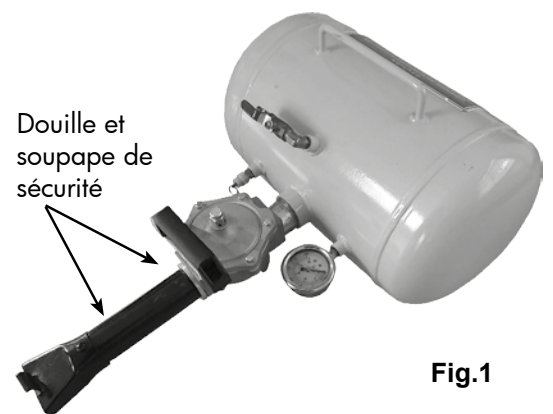

Fig.1
1. Vissez la bague de blocage à la douille et serrez-la dans la soupape de sécurité (fig. 2.C), comme illustré en fig. 1.